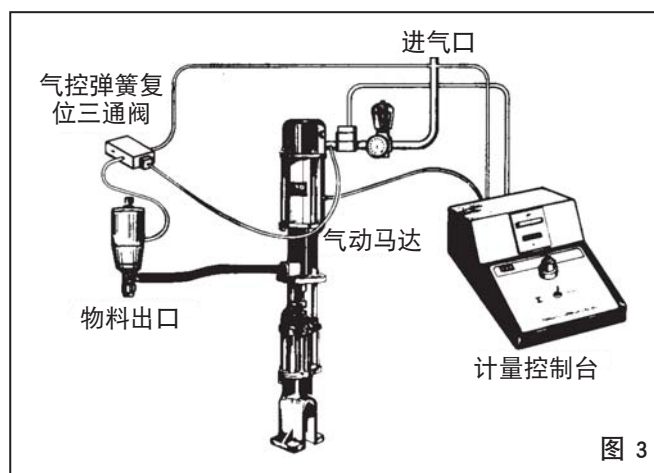
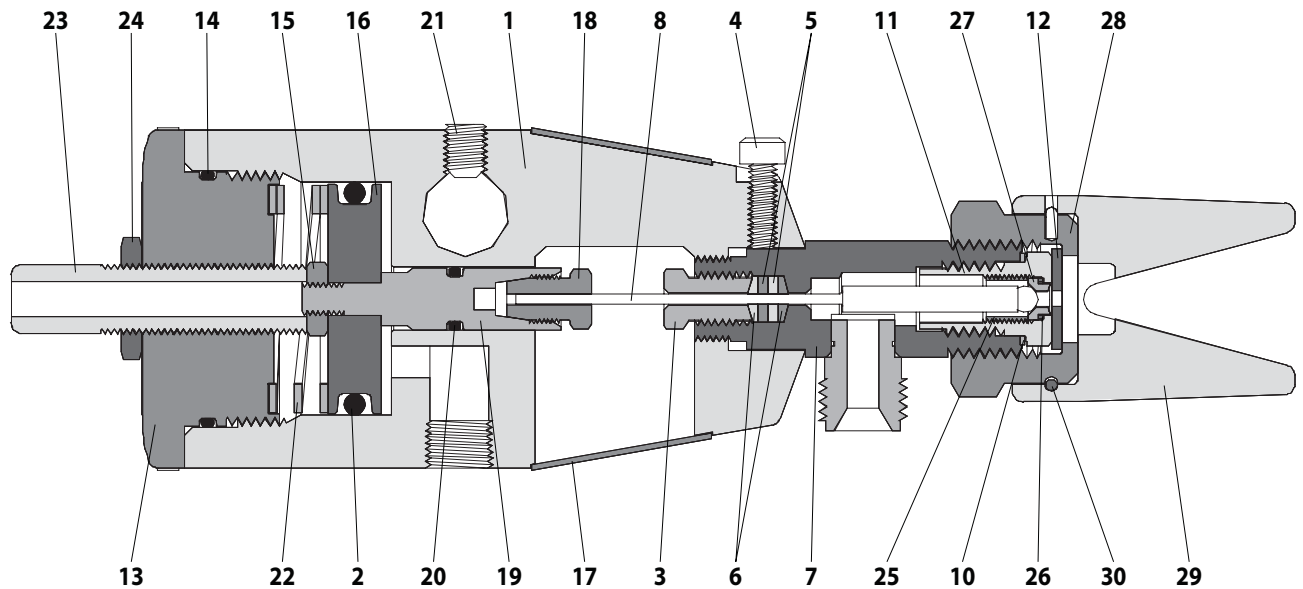

图 3
图 4
将三通阀门和进气管连接到喷枪主体一侧的 1/8 - 27 N.P.T.F. 进气口。(请参看下图 3)
1. 更换垫圈 (10)。
2. 将球和阀杆组件 (8) 放进枪体和接头组件 (7)。
3. 将垫片 (26) 和球座 (27) 组装到螺钉 (11) 上, 并使用螺丝 (25) 固定。
4. 将螺钉 (11) 拧入枪体和接头组件 (7) 中, 并加以紧固。注意: 护罩 (9) 只用于喷射型号。组装挤压式喷枪式, 请安装挤压头组件代替。
5. 将垫圈 (12) 放到护罩 (9) 中 (见注释), 并将其拧入喷枪主体和接头组件 (7) 中, 然后加以紧固。
7. 将其中一个新的密封件 (6) 安装在球体和阀杆组件 (8) 接线上 (正确的安装方法, 请参见图3和图4)。
8. 将两个扁平密封件 (5) 安装到球体和阀杆 (8) 的接线上。
9. 将其它新的密封件 (6) 安装在球体和阀杆组件 (8) 的接线上 (正确的安装方法, 请参见图 3 和图 4)。
10. 将固定螺钉 (3) 滑到球体和阀杆组件 (8) 的接线上。将密封件推入喷枪主体和接头组件 (7) 的孔中。
11. 将固定螺钉 (3) 拧入喷枪主体和接头组件 (7) 中。
12. 将球体和阀杆组件 (8) 推入螺丝 (11) 中, 直到球座紧靠球座 (27)。拧紧固定螺钉 (3)。注意: 不得弯折球体和球阀组件 (8)。
13. 将喷枪主体和接头组件 (7) 拧入主体 (1) 中, 直至固定到位。如第 3 页图 4 所示。
14. 拧紧盖帽螺钉 (4)。
15. 将"O"形圈 (2) 放在活塞 (16) 上。
16. 将"O"形圈 (20) 放在活塞杆 (19) 上。
17. 将活塞杆 (19) 穿过活塞 (16)。将 (15) 螺母拧到活塞杆 (19) 上, 并使用提供的扳手平台加以紧固。
18. 将夹头螺母 (18) 松散地拧入活塞杆 (19) 中。
19. 润滑"O"形圈 (2 和 20), 将活塞 (16) 推入主体 (1)。不可强行推入主体 (1)。注意: 请确保交球体和阀杆组件 (8) 接线接入夹头螺母 (18)。
20. 推动活塞 (16), 直至其到达主体 (1) 底部。
21. 将活塞 (16) 往回推大约 1/32", 将其推出主体 (1) 的底部。注意: 球和阀杆组件 (8) 仍应位于球座 (27) 上。
22. 按住螺母 (15), 拧紧夹头螺母 (18)。不得移动活塞在步骤 (21) 中给出的位置。
23. 更换弹簧 (22), 并与盖 (13) 固定在一起。